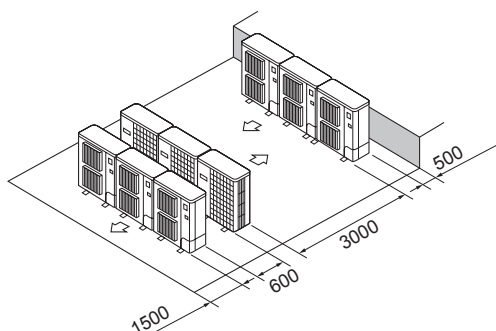

Fig. 2-17
- ⑥ Flere parallelle enheder arrangement (Fig. 2-17)